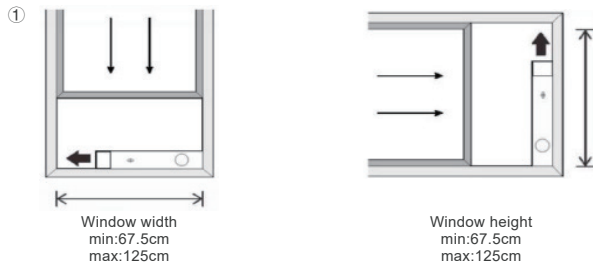
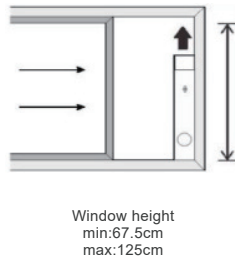

Fig. 6
Fig. 7
Sposób instalacji systemu przesuwnego okna odbywa się zazwyczaj w ustawieniu „poziomym” lub „pionowym”. Jak pokazano na rys. 6 i rys. 7, przed instalacją sprawdź minimalny i maksymalny rozmiar okna.
1. Zainstaluj zestaw okienny na oknie (rys. 6, rys. 7);
Installasjonsmetoden for vindusskyvesystemet utføres vanligvis i "horisontal" eller "vertikal" posisjon. Som vist i Fig. 6 og Fig. 7, kontroller før installasjonen minimums- og maksimumsstørrelsen på vinduet.
1. Installer vindussettet på vinduet (Fig. 6, Fig. 7);
Installationsmetoden för fönsterskjutsystemet utförs vanligvis i "horisontell" eller "vertikal" riktning. Som visat i Fig. 6 och Fig. 7, kontrollera innan installationen fönstrets minimala och maximala storlek. Installieren Sie das Fensterkit am Fenster (Abb. 6, Abb. 7);
1. Installera fönsterkitet på fönstret (Fig. 6, Fig. 7);